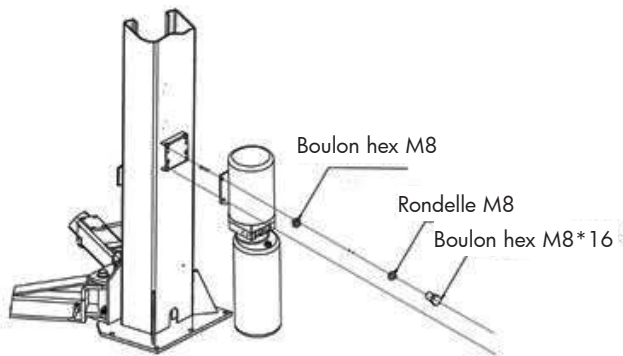

Fig. 8
8. Montez le groupe moteur sur la colonne (**fig. 8**). Pour vous aider, observez les photos **M** et **N** en page 47.